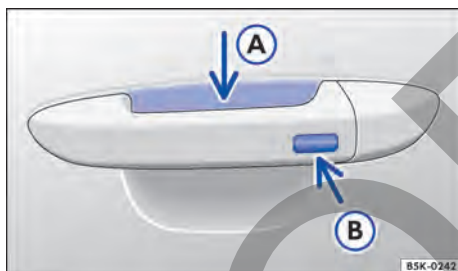

Fig. 53 Keyless Access: superficies del sensor.
- Tocar el sensor → fig. 53 (A) en la parte interna de la manija de la puerta del conductor o de la puerta del acompañante delantero.
- Tocar la superficie del sensor → fig. 53 (B) en la parte externa de la manija de la puerta del conductor o de la puerta del acompañante delantero *una vez*.
- Además, dentro de 5 segundos, toque una vez en el sensor en el exterior de la manilla de la puerta → fig. 53 (B).
Para la **apertura de confort** de todos los vidrios eléctricos empujar la manilla de la puerta y mantener presionados, al mismo tiempo, el sensor de la parte interior de la manilla → fig. 53 (A) y la superficie del sensor (B).
Para el **cierre de confort** de todos los vidrios eléctricos mantenga un dedo durante unos segundos sobre la superficie del sensor → fig. 53 (B) del lado exterior de la manilla de la puerta del conductor o del acompañante delantero.
Un fuerte chorro de agua o de vapor puede activar las superficies de los sensores en las manillas si, al mismo tiempo, una llave del vehículo válida está en el área de aproximación. Si al menos un vidrio está abierto y la superficie del sensor → fig. 53  en una manilla de la puerta se activa permanentemente, todos los vidrios se cerrarán. Si el chorro de agua o de vapor se aleja brevemente de la superficie del sensor → fig. 53  de una manilla de la puerta y se vuelve a dirigir hacia ella, posiblemente todos los vidrios se abrirán.